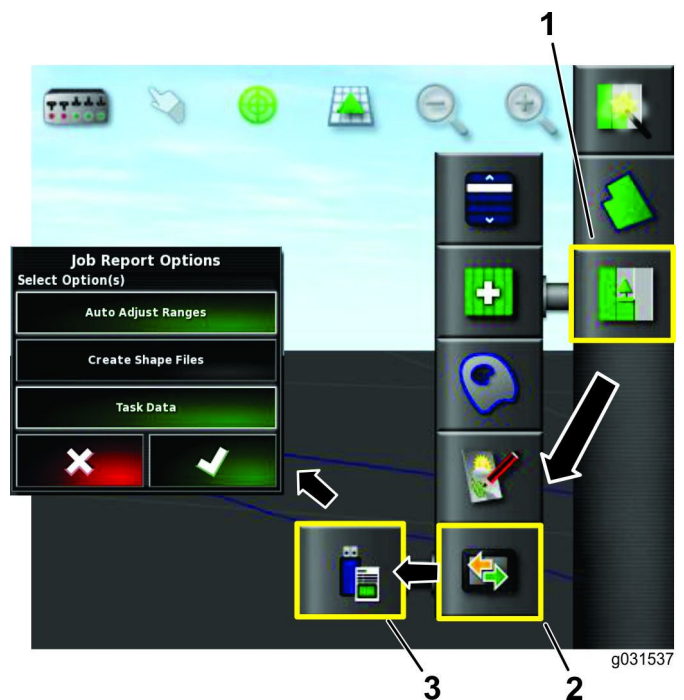

Рисунок 89
3. Нажмите на значок меню рабочего задания (Рисунок 89).
4. Нажмите на значок обмена данными (Рисунок 89).
5. Нажмите на значок «Экспорт отчета о рабочем задании на USB-накопитель» (Рисунок 89).